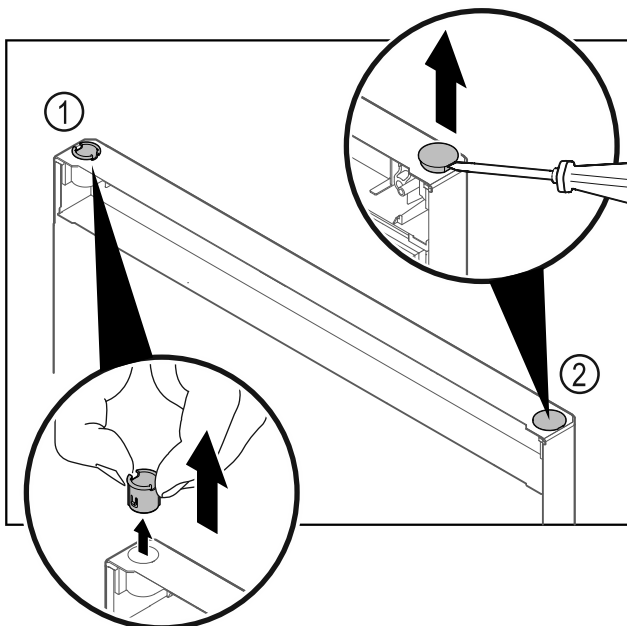

Fig. 29
- Nxirrni jashtë bokullën e menteshës Fig. 29 (1) me gishta.
- Ngrini lart me kujdes tapën mbuluese Fig. 29 (2) me një kaçavidë me kokë petë dhe nxirreni jashtë.